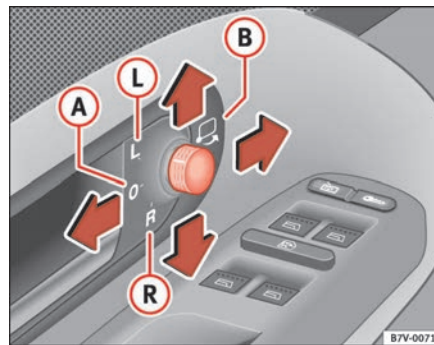

Abb. 82 Ausschnitt aus der Fahrertür: Drehknopf für die Außenspiegel
1. Drehen Sie den Drehknopf ⇒ Abb. 82 in Stellung ① (linker Außenspiegel).
3. Drehen Sie den Drehknopf in Stellung ② (rechter Außenspiegel).